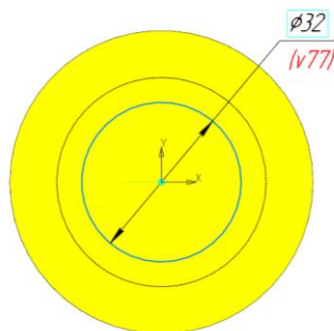

Рис. 4 Эскиз для построения внутренней поверхности модели
- **Инструменты эскиза – Геометрия – Окружность.** Параметры команды окружность: геометрические ограничения – Объединить точки: начало координат (0, 0, 0) и центр окружности; размерные зависимости (рис. 4).